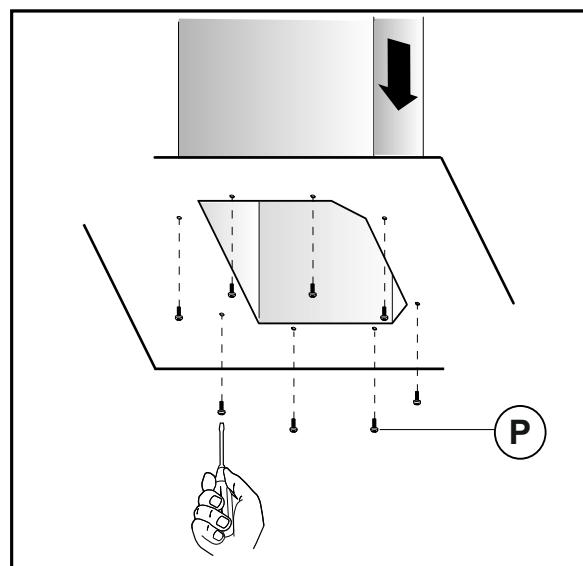

Fig.14
- 3.4.6 Mikäli kyseessä on liesituuletin, jonka hormin alaosa on ruuveilla kiinnitettävissä kupuosaan, kiinnitys tapahtuu kupuosen alapuolelta. Poista metalliratasvasuodattimet kiinnityksen ajaksi. (Fig. 14)